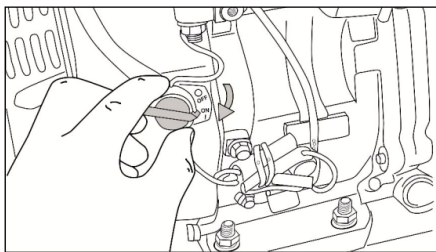

Рис. 27
6. Включите зажигание, повернув рукоятку рычага в положение «ON» (рис. 27).